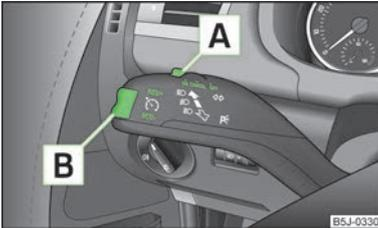

Abb. 87
- › Den Schalter **A** » Abb. 87 in Stellung **ON** drücken.
- › Die Wippe **B** » Abb. 87 auf Seite 89 in der Position **RES** drücken.
- › Die gespeicherte Geschwindigkeit kann durch Drücken der Wippe **B** » Abb. 87 auf Seite 89 in der Position **SET** verringert werden.
Die Geschwindigkeitsregelanlage wird **vorübergehend abgeschaltet**, indem der Schalter **A** » Abb. 87 auf Seite 89 in die gefederte Position **CANCEL** bzw. auch das Brems- oder Kupplungspedal gedrückt wird.
- › Den Schalter **A** » Abb. 87 auf Seite 89 nach rechts in Stellung **OFF** drücken.